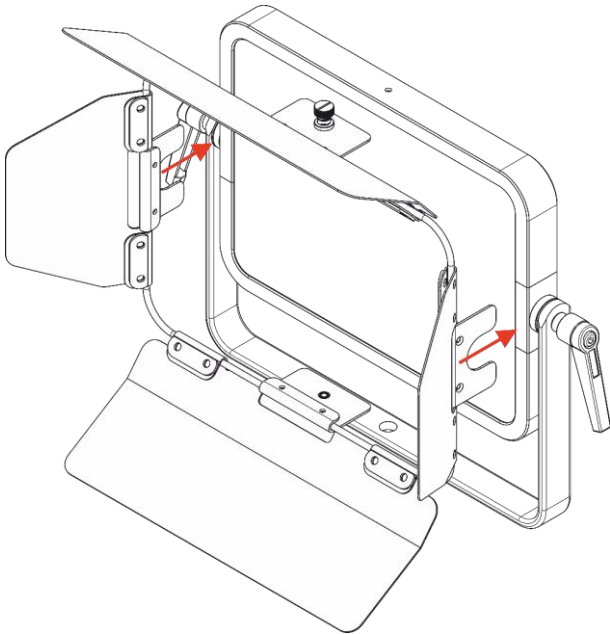

Fig. 08
- 01) Install the barndoor frame (see Fig. 08).